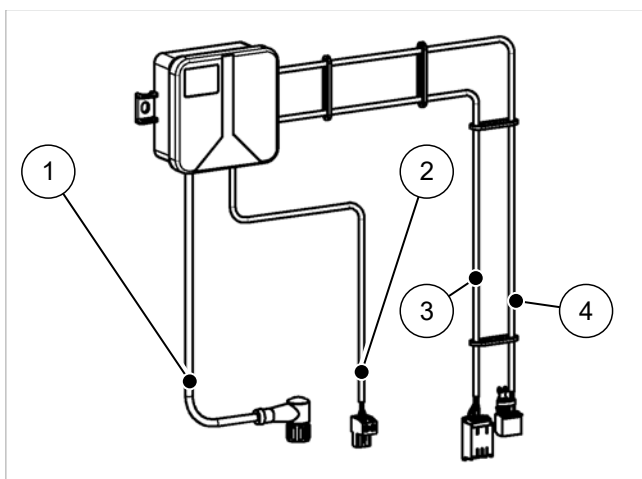

Abb. 17: Anschlussbox VSG
1. Kabel 1 (3, vgl. → Abb. 17) zur Wärmepumpe verlängern und dort anschließen.
2. Kabel 2 (4, vgl. → Abb. 17) zur Modbus-Verbindungsdose führen.